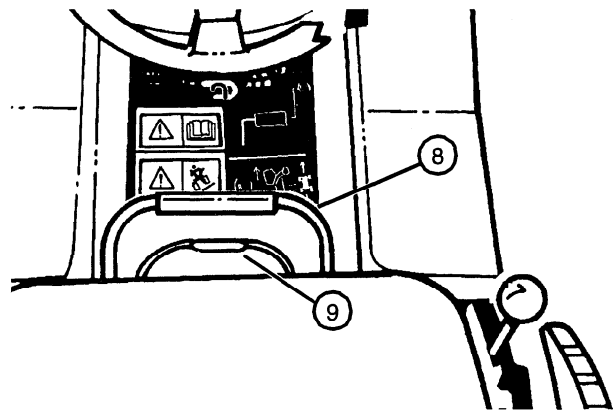

ABBILDUNG 19
- Gehäuse-Hubhebel (8) leicht herunterdrücken und Verriegelungshebel (9) mit dem Daumen unten halten (siehe Abbildung 19).